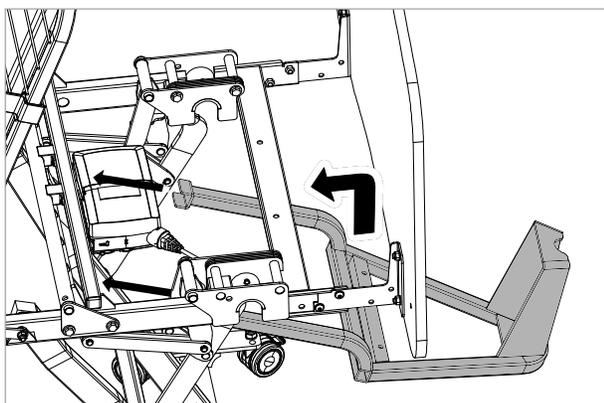

Figure 7.3
3. Placez le support de la potence en position sous le lit comme illustré à la Figure 7.3.